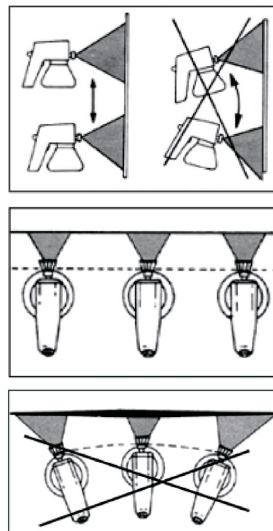

рис.3
3.1 Держите краскораспылитель прямо и распыляйте материал параллельно окрашиваемой поверхности (рис.3).